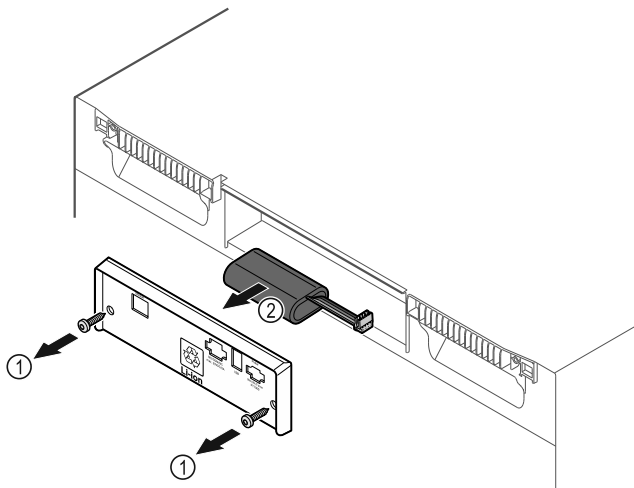

Fig. 201
- Lironi vidat dhe hiqni kapakun mbulues në anën e pasme të pajisjes Fig. 201 (1).
- Shkëputni baterinë dhe nxirreni jashtë Fig. 201 (2).